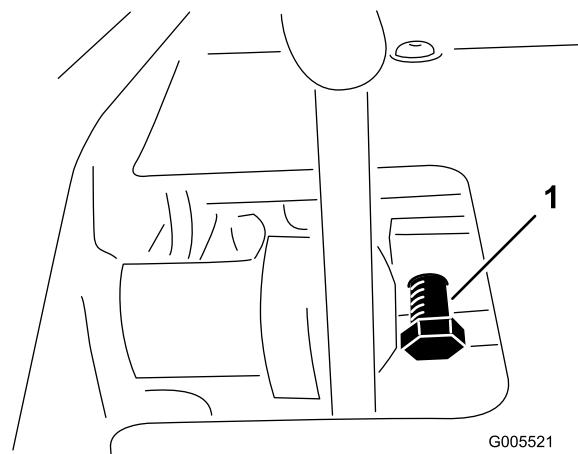

Figura 55
1. Allentate il controdado sul bullone di fissaggio del pedale (Figura 55).